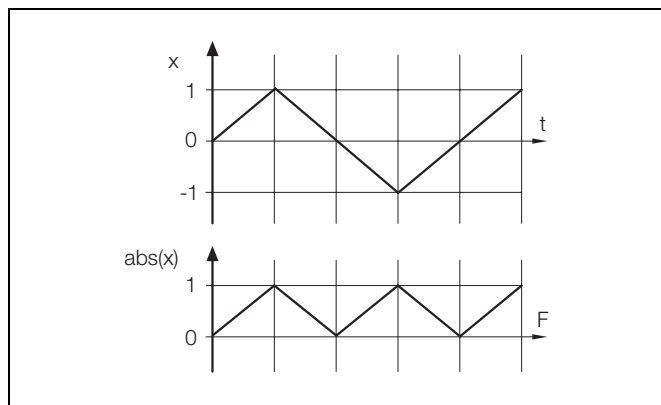

Fig. 2.11 Fonction de valeur absolue
2.9.7 Fonction de valeur absolue – Fig. 2.11
La fonction de valeur absolue convertit toutes les valeurs négatives en son équivalent positif – voir Fig. 2.11.